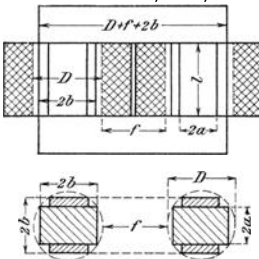

Fig. 135.
282. Ein Kerntransformator besitzt die in Fig. 135 dargestellten Abmessungen. Auf jeden Kern sind primär 1248 [720] (704) Windungen von 1,13 [9,1] (1,68) mm^2 Querschnitt und sekundär 64 [80] (52) Windungen von 19,7 [72,8] (198) mm^2 Querschnitt gewickelt. Wie groß ist der Füllfaktor f_k , wenn derselbe definiert ist durch die Gleichung: